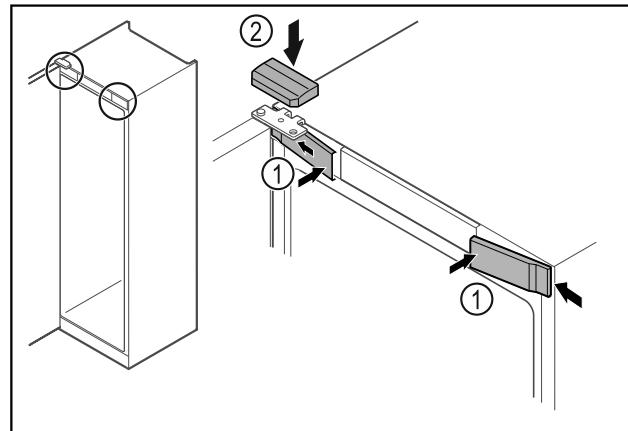

Fig. 68
- Передні кришки Fig. 68 (1) зачепити збоку та зафіксувати.
- Зафіксуйте верхню кришку Fig. 68 (2) зверху.